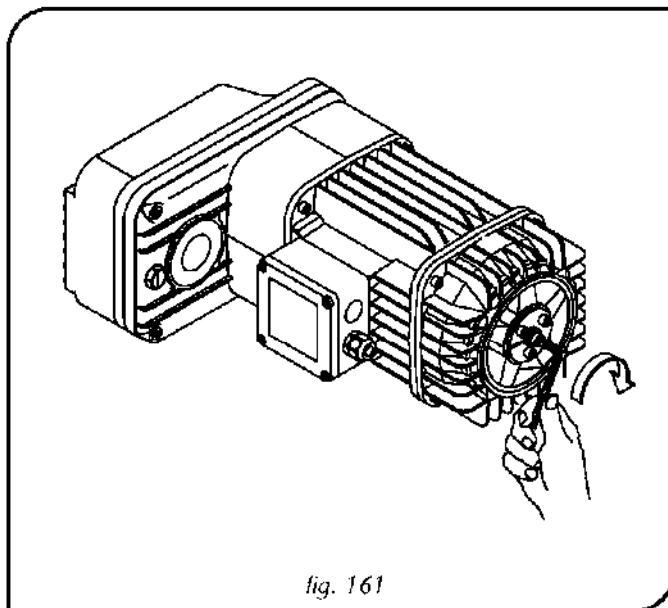

fig. 161
2. Włożyć wkręt z łbem z sześciokątnym gniazdem (z pożądaną liczbą podkładek) i dokręcić wszystkie śruby (rys. 161).